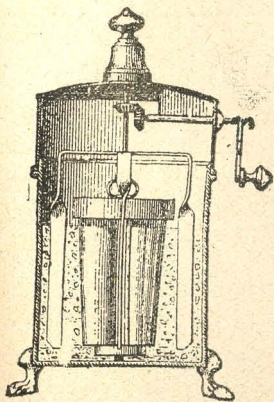

Fig. 91.—Congelador.
**10. Congelador de las familias.**—El *congelador de las familias* (fig. 91), se compone de dos vasos excéntricos; en el vaso interior se pone el agua ó el líquido que se quiere congelar, en el vaso exterior una mezcla de tres partes de sulfato de sodio y dos de ácido clorhídrico. Basta entonces remover con una manija la mezcla frigorífica.